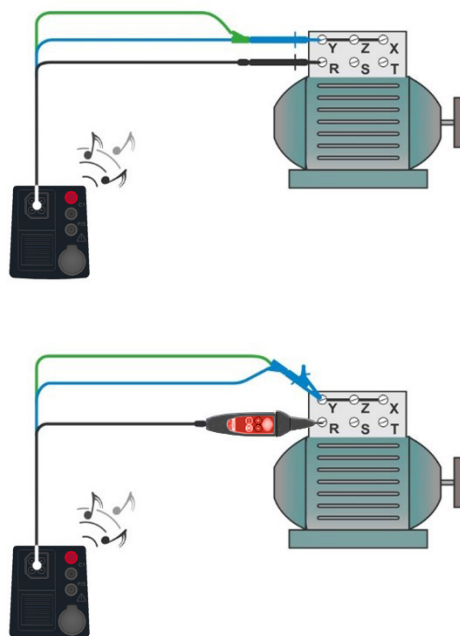

Abbildung 4.20: Anschluss der 3-Leiter-Prüfleitung und der optionalen Commander-Prüfspitze (044155)
- › Schließen Sie die Prüflleitungen am Prüfobjekt an, siehe **Abbildung 4.20**.